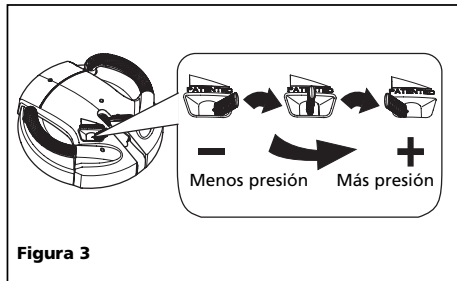

Figura 3
1. Ubique la perilla de regulación de presión en la parte superior del limpiador de superficies. Use esta perilla para disminuir o aumentar la presión. Al disminuir la presión, protegerá materiales más blandos como plataformas de madera y cercas. Aumentar la presión puede servir para superficies de hormigón, ladrillos o bloques (vea la Figura 3).